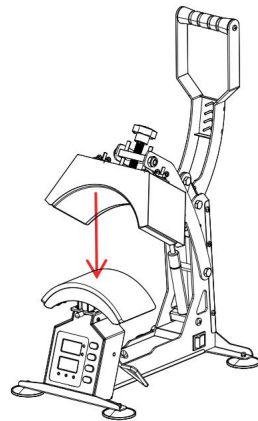

Bild 13
3. Wie in Abbildung 13 dargestellt, führen Sie den Austausch der Hutpolster mit unterschiedlichen Spezifikationen durch.